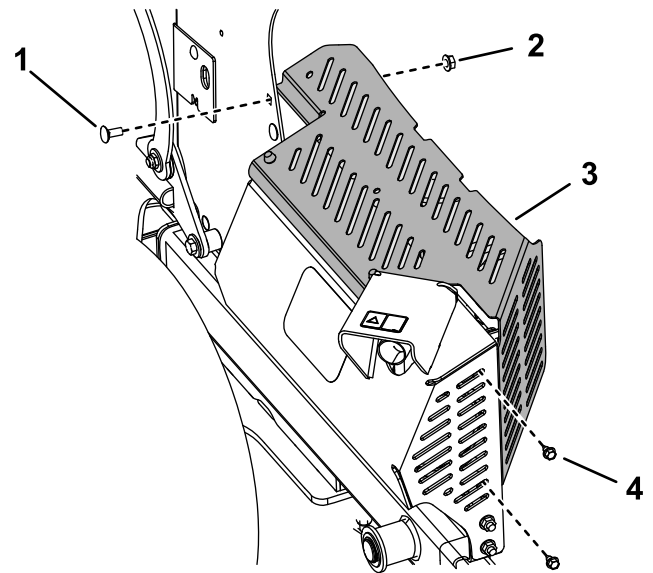

Figura 33
12. Retire el protector térmico (Figura 33).